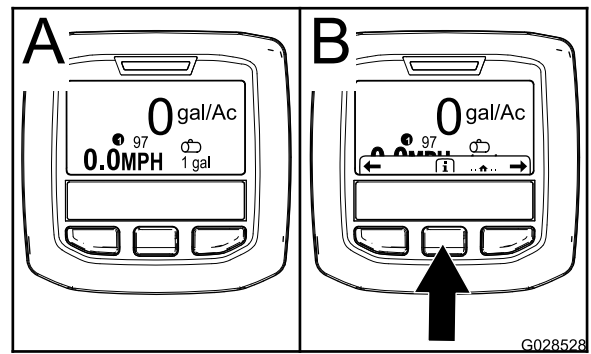

图18
2. 大约 15 秒后，主屏幕将显示；按中间选择按钮显示信息内容（图18）。